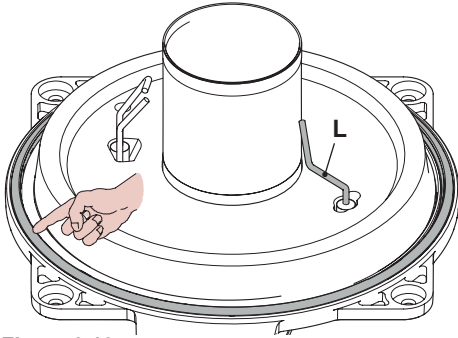
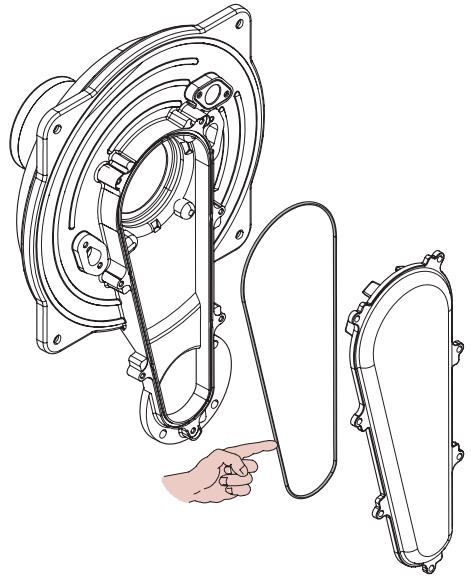

Figura 9.13
Figura 9.14
- La guarnizione in silicone della parete frontale della camera di combustione Figura 9.13 e la guarnizione del coperchio condotto aria/gas (Figura 9.14) devono essere cambiate se deteriorate e comunque devono essere obbligatoriamente sostituite ogni 2 anni.
- L'elettrodo di rilevazione L in Figura 9.13 funge anche da sensore per il corretto scarico della condensa. Se tale elettrodo viene a contatto con acqua di condensa presente all'interno della camera di combustione manda in blocco di sicurezza la caldaia. Pertanto se si trova la coibentazione bagnata o deteriorata provvedere alla sostituzione.